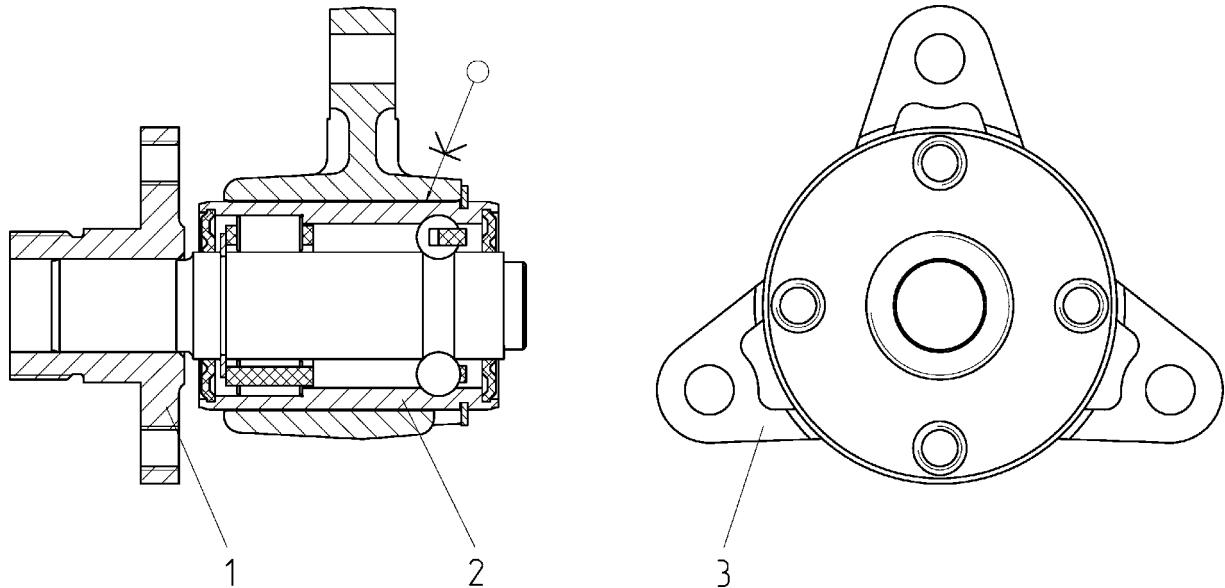

Рисунок 26 – Привод вентилятора:
**Привод вентилятора** (Рисунок 26) расположен и закреплен на передней крышке головки цилиндров и служит для закрепления вентилятора и шкива вентилятора на двигателе. В корпусе привода вентилятора 3 располагается подшипник 2 с валом. Подшипник удерживается в корпусе с помощью специального герметика и кольца на корпусе подшипника. На вал подшипника напрессована ступица привода вентилятора 1, на которой крепится шкив вентилятора и вентилятор с муфтой. Подшипник заполняется смазкой на заводе–изготовителе, поэтому в процессе эксплуатации добавления смазки не требуется.